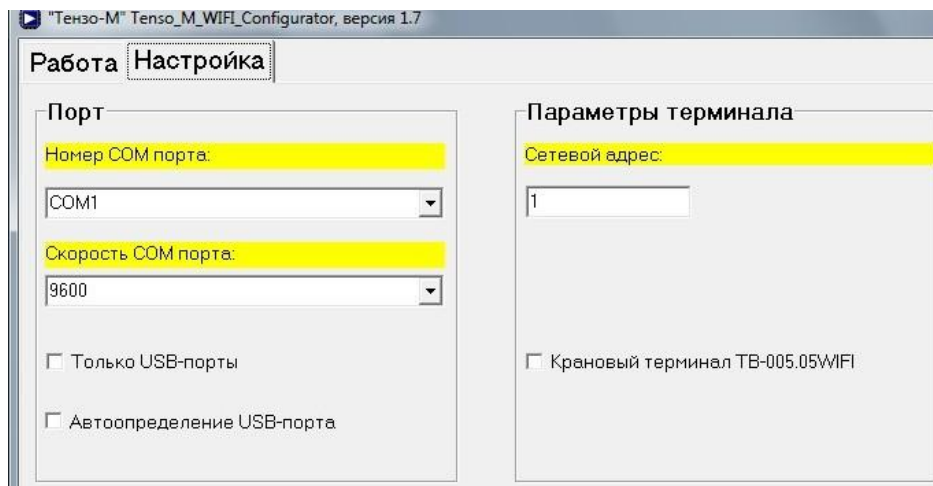

Рис. 5.2. Вид закладки «Настройка».
5.3. Вид закладки «**Настройка**» приведён рис. 5.2 на стр. 7.
5.4. В процессе настройки параметров связи с весовым преобразователем необходимо указать номер и скорость работы COM-порта, к которому подключен преобразователь, выбрав их значения из соответствующих выпадающих списков (рис. 5.2).